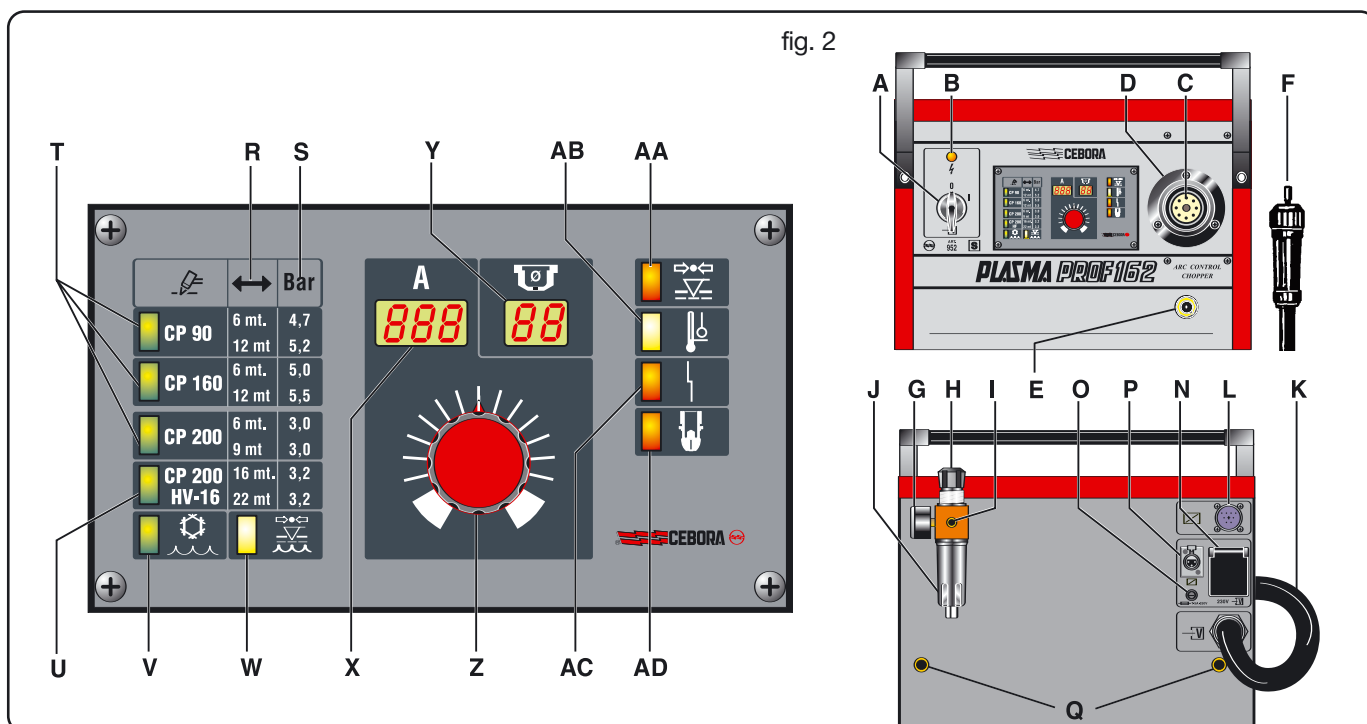

fig. 2
2.2 BESKRIVELSE AF APPARATET (FIG. 2)
b) Såfremt apparatet skal tilsluttes ved hjælp af stik, skal der installeres et stik med en passende kapacitet (se oplysningerne på typeskiltet). I dette tilfælde skal afbryderen **A** drejes til "0" (fig. 2) og stikket anvendes herefter til at koble apparatet fuldstændigt fra nettet.
Denne beskyttelse forhindrer overbelastninger. Den termiske beskyttelse er anbragt på effektransformatorens viklinger. Udløsning af den termiske beskyttelse vises ved tænding af kontrollampen **AB** (se fig. 2).
Denne afbryder forhindrer, at apparatet anvendes ved et utilstrækkeligt gastryk. Trykafbryderen er anbragt på forsyningsslangen til skæreslangen. Udløsning af trykafbryderen vises ved tænding af kontrollampen **AA** (se fig. 2). Hvis kontrollampen blinker i 60 sekunder, betyder dette, at gastrykket har været for lavt i en kortere periode.
2) Beskyttelsen forhindrer brug af apparatet, når elektrodens slidgrænse nås; dvs. det er nødvendigt at udskifte elektroden. Udløsning af beskyttelsen i dette tilfælde vises ved tænding af kontrollampe **AD** (fig. 2).